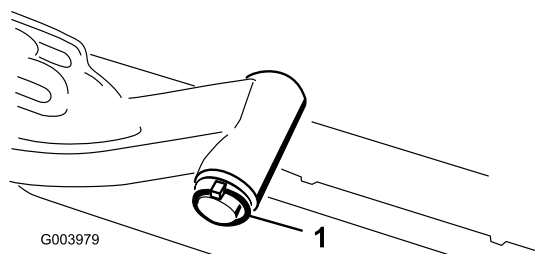

Figura 18
- A. Togliete l'acciarino e la rondella che fissano l'albero di articolazione al braccio di sollevamento, ed estraete l'albero dal braccio di sollevamento (Figura 18).
- C. Inserite l'albero del braccio di sollevamento nel braccio di sollevamento, e fissatelo con la rondella e l'acciarino (Figura 18).